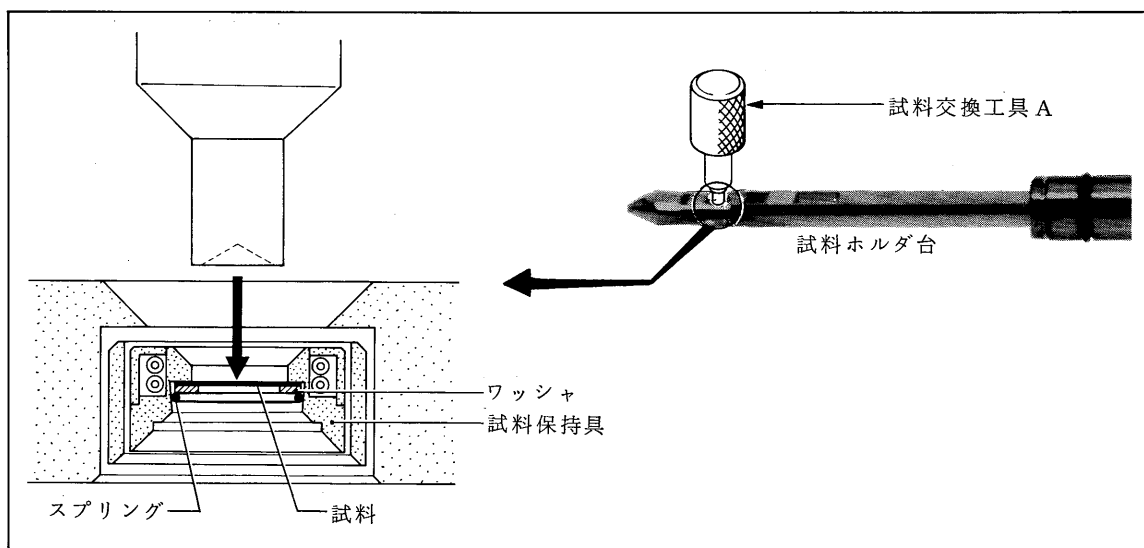

図 4.5 試料の取り出し
4. 試料交換工具 A（3 章）で、ワッシャおよびスプリングと共に試料を押し出す（図 4.5）。